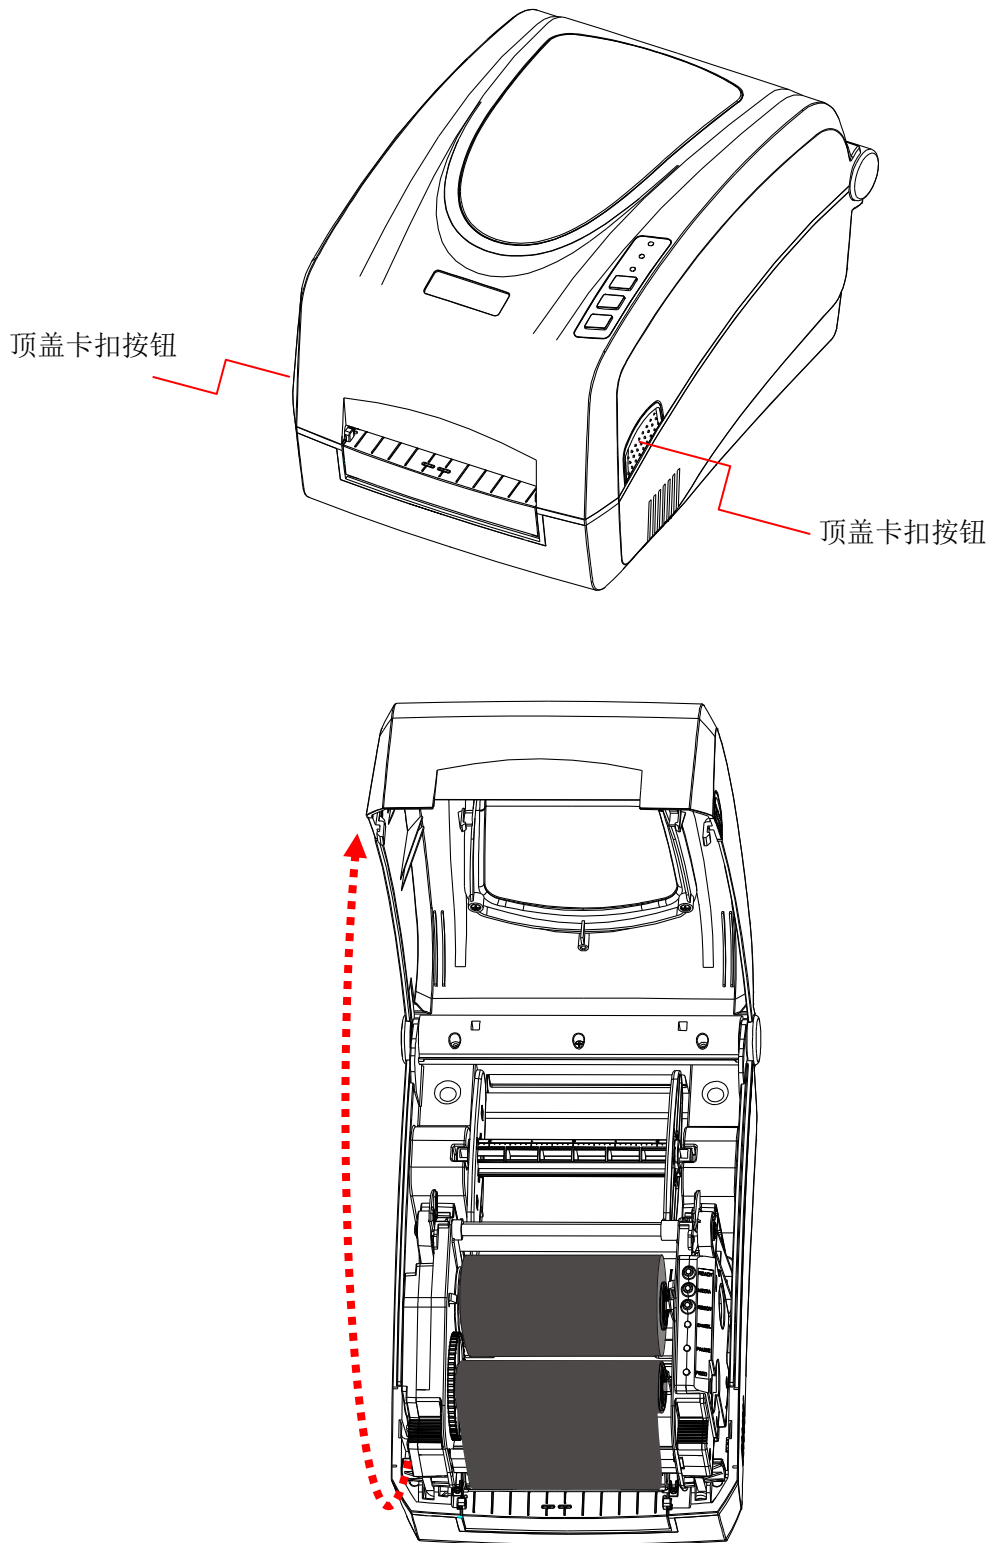

图 6-1
1. 按住两侧的顶盖卡扣按钮，掀开打印机顶盖，露出纸卷仓(图 6-1)；